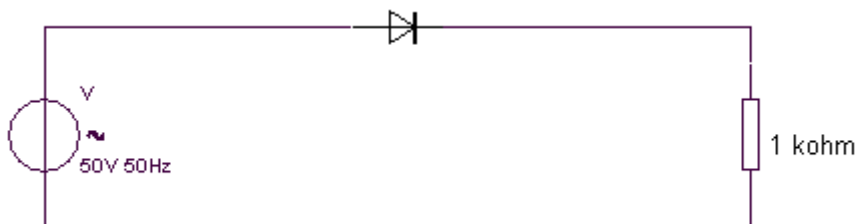

Figure 46
3. Tracer l'onde de courant qui traverse la résistance de  $1\text{ k}\Omega$  dans le circuit de la Figure 46 en synchronisme avec l'onde de tension.